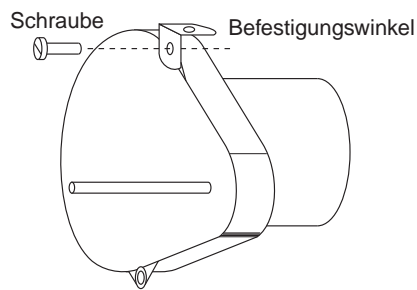

Abbildung 4.5: Rückansicht des Roboters auf den linken Motor und den Befestigungswinkel
- Montieren Sie die Befestigungswinkel, wie in Abbildung 4.5 gezeigt, am Motor (noch nicht fest anziehen). Verwenden Sie eine 4-40er Schraube, sowie eine passende Unterlegscheibe und Mutter. Die Montage am rechten Motor erfolgt spiegelbildlich zu der in der Abbildung gezeigten Montage am linken Motor.